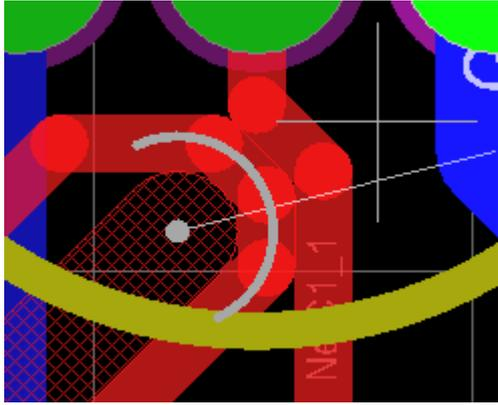

图 6-28 双层手动布线•使用 Shift +SPACEBAR 来选择各种线的角度模式。角度模式包括：任意角度，45 °，弧度 45 °，90 ° 和弧度 90 °。按空格键切换角度。
- 完成 PCB 上的所有连线后，如图 6-28 所示，右键单击或者按下 ESC 键以退出防止放置模式。
如果您设计中的布线与图 6-28 所示的不完全一样，也是正确的，因为元器件摆放位置不完全相同，布线也会不完全相同。